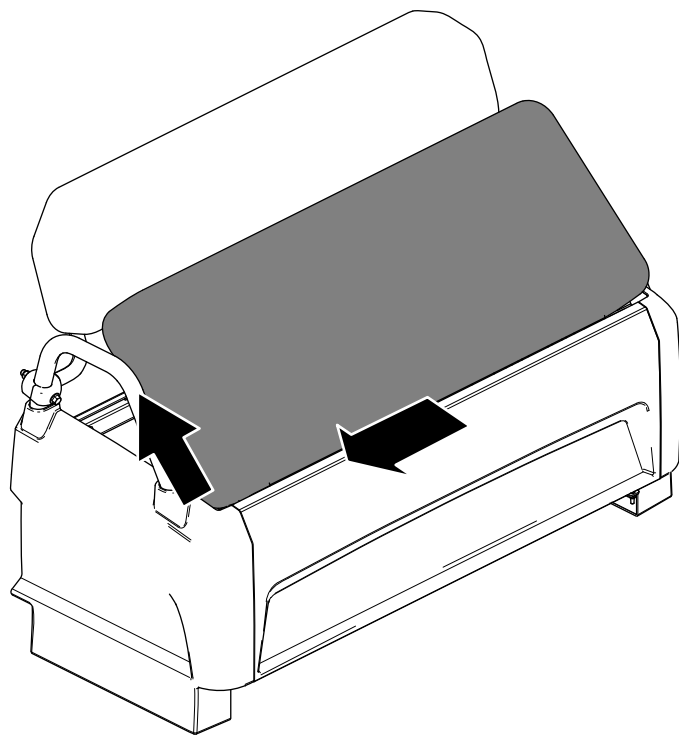

Bild 32
2. Schieben Sie das Kissen zur Seite aus den Stiften und heben Sie das Kissen an (Bild 32).